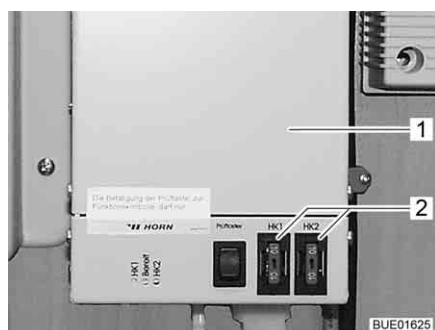

Bild 180 Regulator för avloppsledningarnas värmesystem
Säkringarna finns på regulatorn (Bild 180,1).
- Byt säkring (Bild 180,2).